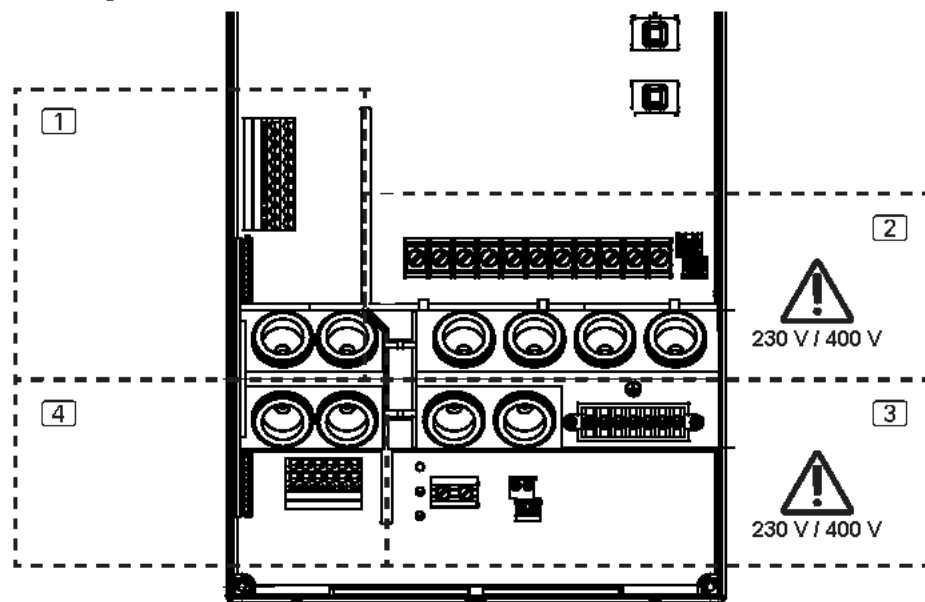

**afb. 3** Bandkabel losmaken
3. Trek voorzichtig aan de bandkabel **E** om deze uit de aansluitbus los te maken (**afb. 3**).